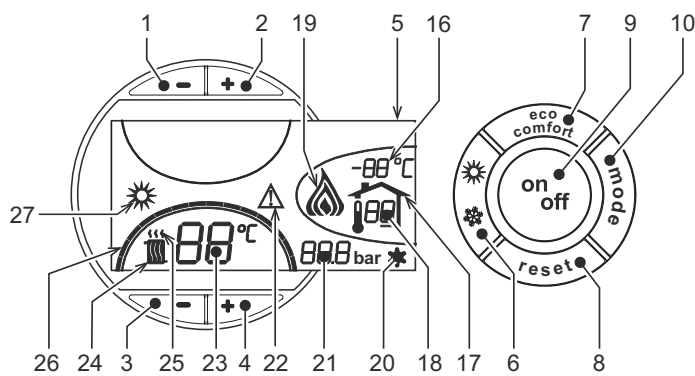
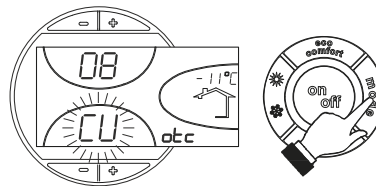
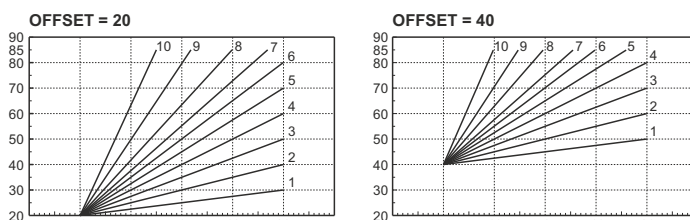

fig. 1 - Panneau de contrôle
fig. 9 - Courbe de compensation
fig. 12 - Exemple de déplacement parallèle des courbes de compensation
Appuyer 1 seconde sur la touche **on/off** (rep. 9 - fig. 1).
Pour rallumer la chaudière, appuyer à nouveau 1 seconde sur la touche **on/off** (rep. 9 - fig. 1).
- Appuyer sur la touche ON/OFF (9 - fig. 1)
Appuyer sur la touche **été/hiver** (rep. 6 - fig. 1) pendant 1 seconde.
L'afficheur montre le symbole Été (rep. 27 - fig. 1) : la chaudière ne fournira que de l'eau chaude sanitaire. Le système hors-gel reste actif.
Pour désactiver le mode Été, appuyer à nouveau sur la touche **été/hiver** (rep. 6 - fig. 1) pendant 1 seconde.
Pour régler la température entre 30° C (minimum) et 80° C (maximum), agir sur les **touches du chauffage** (rep. 3 et 4 - fig. 1).
Pour régler la température entre 10° C (minimum) et 65° C (maximum), agir sur les **touches eau chaude sanitaire** +/- (rep. 1 et 2 - fig. 1).
Lorsqu'une sonde extérieure (option) est installée, l'afficheur du tableau des commandes (rep. 5 - fig. 1) montre la température extérieure actuelle mesurée par la sonde. Le système de régulation de la chaudière travaille en mode "température évolutive". Dans ce mode, la température de l'installation chauffage est régulée en fonction des conditions climatiques extérieures de manière à garantir un confort élevé et une économie d'énergie pendant toute l'année. En particulier, lorsque la température extérieure augmente, la température de départ installation diminue selon une courbe donnée "de compensation".
Avec le réglage évolutif, la température programmée à l'aide des touches chauffage +/- (rep. 3 et 4 - fig. 1) devient la température maximum de départ installation. Il est conseillé de régler la valeur maximale pour permettre au système de réguler la température sur toute la plage utile de fonctionnement.
Appuyer une fois sur la touche **mode** (rep. 10 - fig. 1) pour afficher la courbe de compensation actuelle (fig. 9). Il est possible de la modifier à l'aide des **touches eau chaude sanitaire** (rep. 1 et 2 - fig. 1).
Appuyer sur les touches **chauffage** (rep. 3 et 4 - fig. 1) pour passer au déplacement parallèle des courbes (fig. 12), qui peut être modifié à l'aide des **touches eau chaude sanitaire** (rep. 1 et 2 - fig. 1).
Réappuyer sur la touche **mode** (rep. 10 - fig. 1) pour quitter le mode de réglage des courbes parallèles.
Si la chaudière est reliée à la chronocommande à distance (option), les réglages ci-dessus seront gérés comme indiqué dans le tableau tableau 1. De plus, l'afficheur du panneau de commande (rep. 5 - fig. 1) montre la température ambiante actuelle, mesurée par la chronocommande à distance.
| Sélection Eco/Confort                               | En désactivant l'eau chaude sanitaire à partir du menu de la chronocommande à distance, la chaudière se place en mode Economy. Dans cette condition, la touche 7 - fig. 1 sur le panneau de la chaudière est désactivée.En activant l'eau chaude sanitaire à partir du menu de la chronocommande à distance, la chaudière sélectionne le mode Confort. Dans cette condition, il est possible de sélectionner un des deux modes à l'aide de la touche 7 - fig. 1 du panneau de la chaudière. |